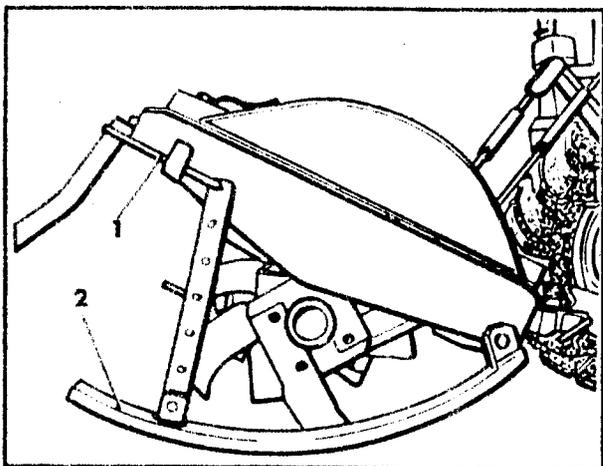

Figura 15. Regolazione profondità di lavoro della fresa
Collegare la fresa al porta attrezzi della trattrice mediante le trape (1, fig. 14); collegare il giunto cardanico (2) infilandolo a fondo (oltre lo scatto) sull'albero della presa di potenza, quindi, dopo aver innestato l'altra estremità dell'albero cardanico sull'albero della fresa, riportare indietro l'albero cardanico fino alla posizione di scatto. Collegare mediante i tiranti (3) gli attacchi della fresa al sollevatore (4). Regolare la posizione dell'attrezzo mediante gli appositi registri (5). Per regolare la profondità di lavoro della fresa procedere nel modo seguente (vedere la figura 15): rimuovere la leva di arresto (1) e regolare, secondo le esigenze, la posizione della slitta (2) della fresa, quindi posizionare la leva nel foro prescelto. Eseguire la regolazione su entrambi i lati della fresa.